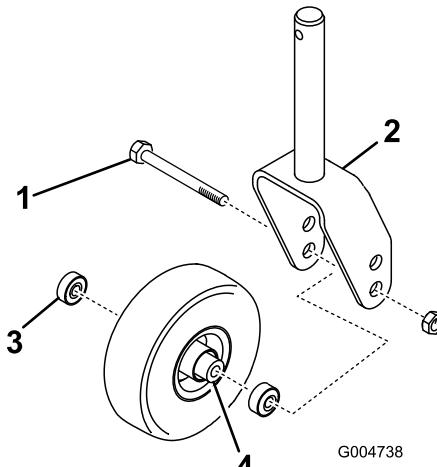

Figura 25
1. Retire a porca de bloqueio do parafuso que fixa o conjunto da roda, no respectivo suporte (Figura 25). Fixe a roda giratória e retire o parafuso da forquilha ou do braço articulado.
2. Retire o rolamento do cubo da roda e deixe cair o espaçador do rolamento para fora (Figura 25). Retire o rolamento do lado oposto ao do cubo da roda.